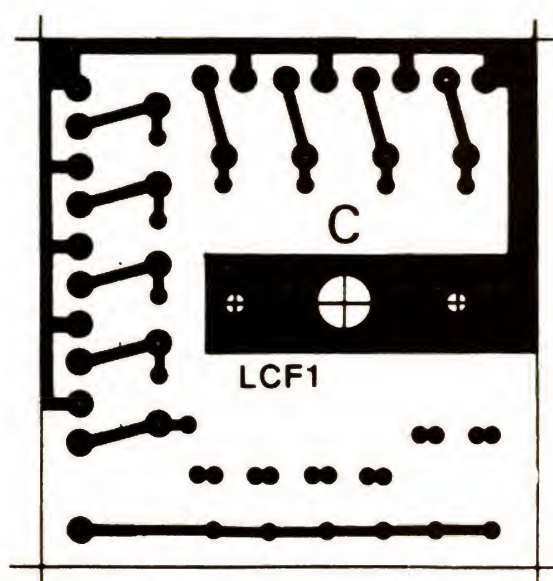

Fig. 8. - Circuit imprimé C.
c) Le Cl.C (figure 8). Il est monté sur le commutateur de gammes et porte les résistances ajustables R_i et les condensateurs C_i.